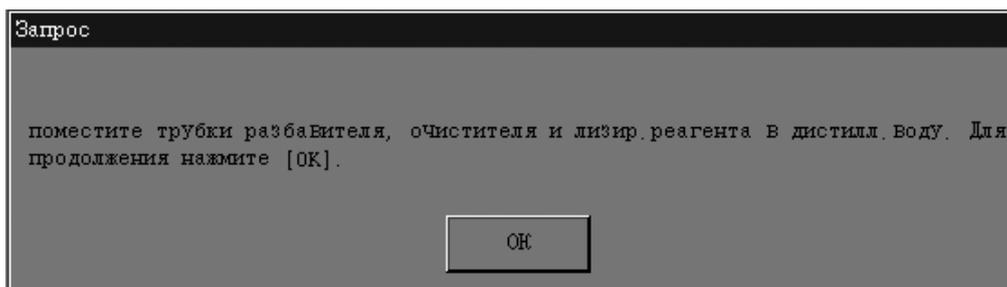

Рис. 10-28 Диалоговое окно
4. **НАЖМИТЕ** «Ok», чтобы начать опорожнение жидкостной системы. На экране появится индикатор выполнения. После того, как индикатор выполнения исчезнет, откроется диалоговое окно (Рис. 10-28).